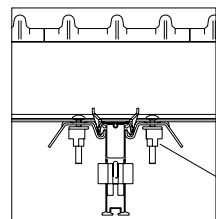

Fig. A9.04a
6. Inserir olhais de tracção adicionais SAO (39) o mais afastados possível das vigas principais inferiores. Empurrar os olhais de tracção previamente montados contra as vigas principais inferiores. (Fig. A9.04a)